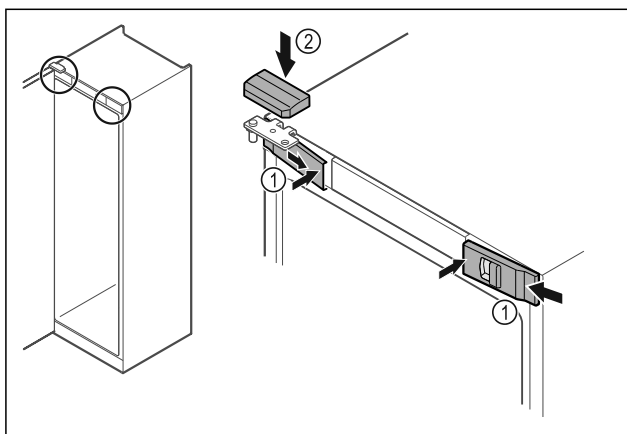

Fig. 45
- ▶ Αναρτήστε τα μπροστινά καλύμματα Fig. 45 (1) στο πλάι και κουμπώστε τα εσωτερικά.
- ▶ Κουμπώστε το επάνω κάλυμμα Fig. 45 (2) από πάνω.